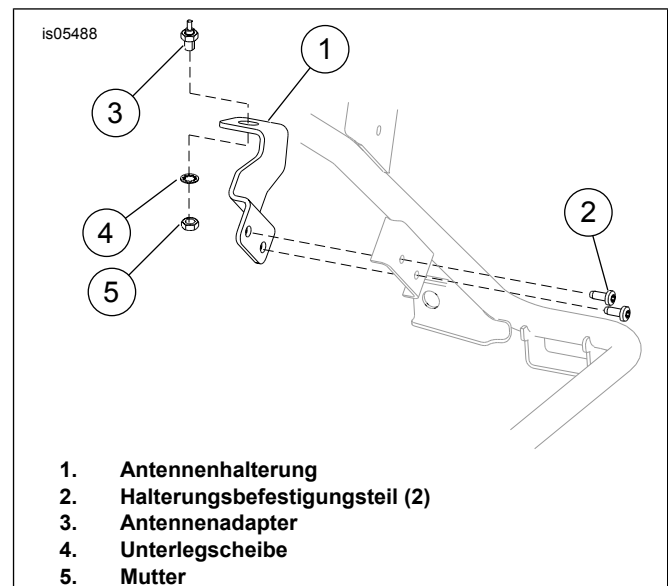
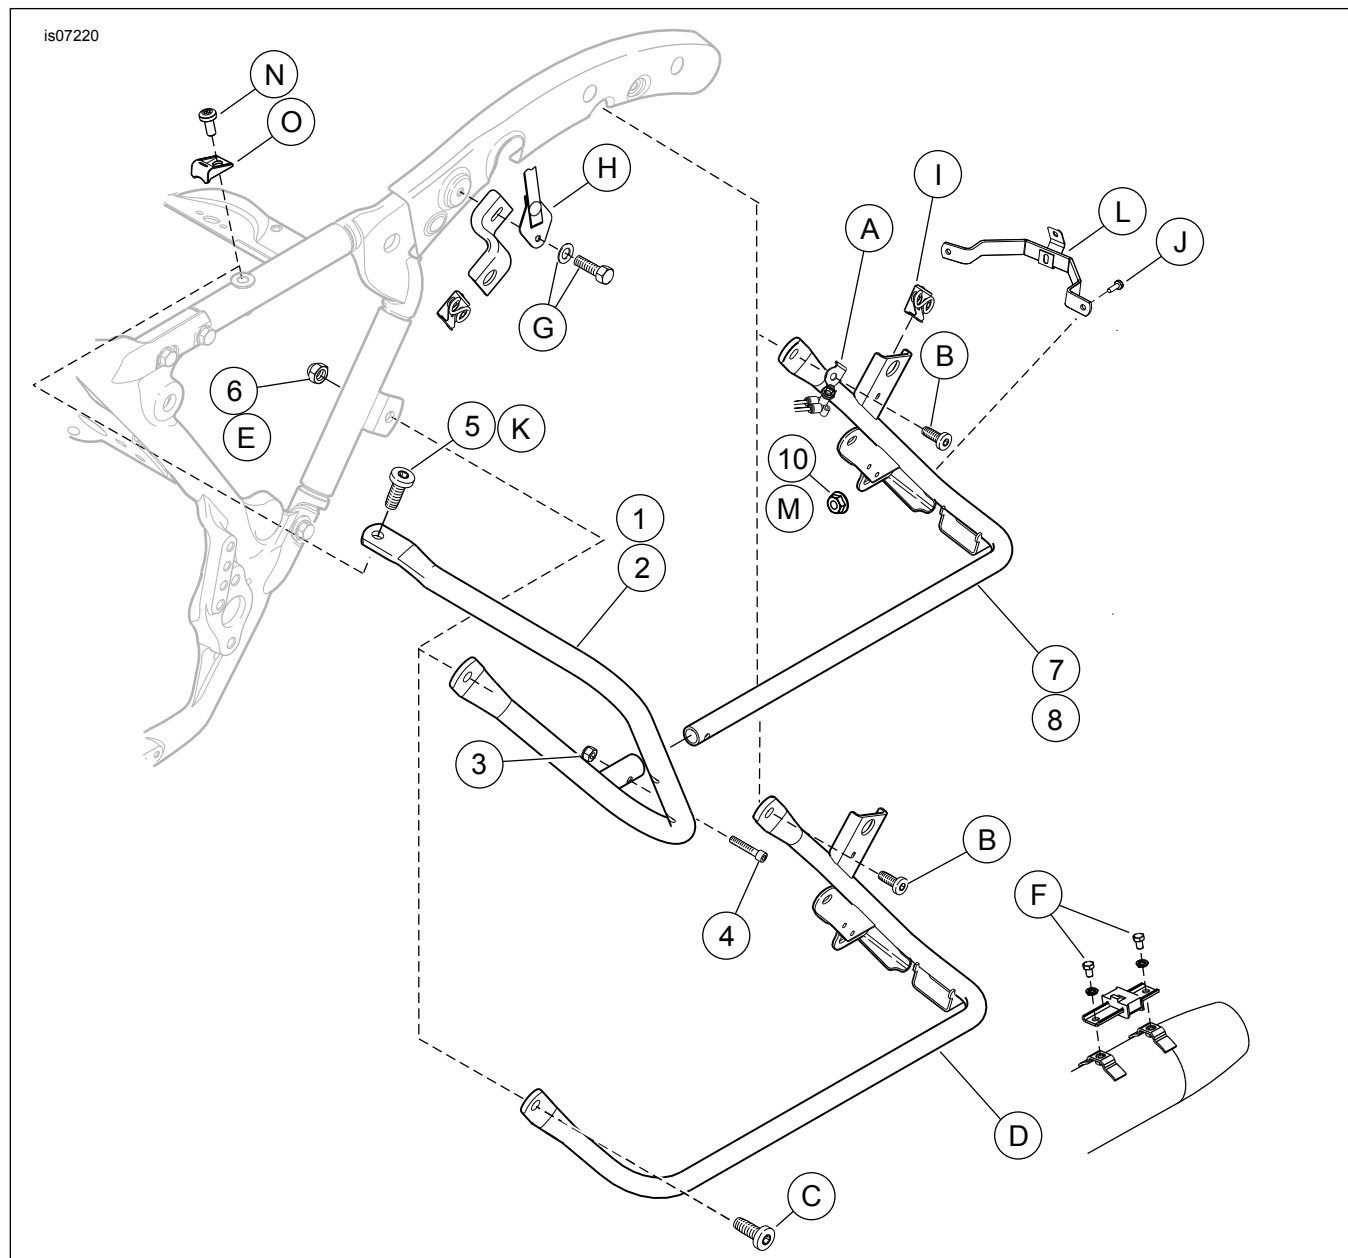

Abbildung 1. Antenne und Halterung ausbauen
Abbildung 3. Ersatzteile: Satteltaschen-Schutzbügelset (linke Seite abgebildet)
Siehe Abbildung 3 und Tabelle 1.
2. Siehe Abbildung 3. Die Halteriemenschraube und Unterlegscheibe (G) entfernen. Halteriemen (H) entfernen. Den Sitz gemäß den Anweisungen im Werkstatthandbuch ausbauen.
3. Falls vorhanden, den Sitzpuffer (O) und die Schraube (N) entfernen.
6. Siehe Abbildung 3. Die Schrauben (F), die die Satteltaschenaufhängung an den Schalldämpferhalterungen halten, entfernen.
7. Schraube (J) und Mutter (M) entfernen. Schraube (J) für den Einbau aufbewahren. Mutter (M) entsorgen.
8. Die Schrauben (B, K und C) und die Mutter (E) entfernen. Die Schrauben (B und C) zum Einbau aufheben. Mutter (E) und Schraube (K) entsorgen.
9. Die Zapfenbuchse (I) entfernen und für den Einbau aufbewahren.
10. Siehe Abbildung 1. Antennenhalterung (1), Befestigungsteile (2), Antennenbefestigungsmutter (5), Unterlegscheibe (4) und Antennenadapter (3) entfernen. Die Antenne und Befestigungsteile aufheben, aber die Halterung entsorgen.
11. Die Stütze (D) entfernen und entsorgen.
1. Siehe Abbildung 3. Die hintere Satteltaschenhalterungs-Befestigungsschraube (B) durch die Luftfederhalterung (A) und Satteltaschenstütze (7) einbauen. Die Schraube von Hand anziehen.
2. Schraube (J) und Mutter (10) anbringen. Von Hand anziehen.
3. Die Zapfenbuchse (I) in der Satteltaschenhalterung (7) einbauen.